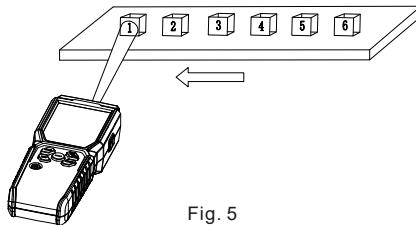

Fig. 5
2. Sans contact --Mesure de REV (Fig.5)